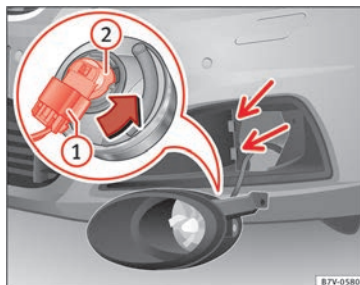

Bild 110 Byta glödlampor i strålkastarna
3. Luta strålkastaren en aning framåt och ta loss den ur fästena på sidorna » bild 110 (se små pilar).
4. Koppla loss kontakten » bild 110 ① och ta bort den.
5. Vrid lampfästet » bild 110 ② åt vänster så långt det går, i den riktning som pilen visar, och dra ut den bakåt tillsammans med glödlampen.
8. Sätt i kontakten » bild 110 ① på lampshållaren ②. Kontakten måste snäppa fast hörbart.
9. Sätt strålkastaren i rätt läge » bild 110 (små pilar) och luta den bakåt.